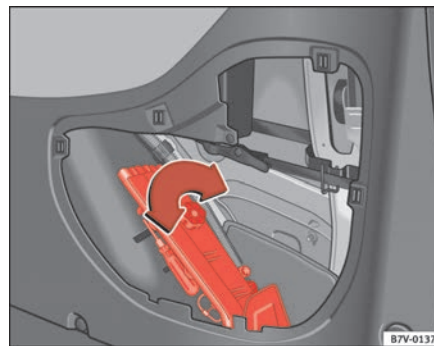

Abb. 151 Unterbringung Bordwerkzeug
Das Bordwerkzeug befindet sich im Gepäckraum hinter der linken Seitenverkleidung und ist mit einer Rändelschraube ⇒ Abb. 151 ① befestigt. Das Bordwerkzeug besteht aus folgenden Teilen:
- ① Werkzeugbox44)
- ② Schraubendreher mit Sechskant im Griff zum Heraus- oder Hineindrehen der gelockerten Radschrauben. Die Schraubendreherklinge ist umsteckbar. Der Schraubendreher steckt im Radschlüssel.
- ③ Abschleppöse, einschraubbar
- ④ Gabelschlüssel 10 x 13 mm
- ⑤ Drahtbügel44) zum Abziehen der Radmittenabdeckungen oder Abdeckungen für die Radschrauben